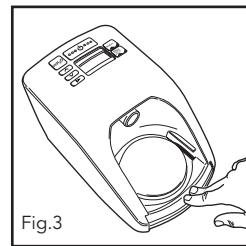
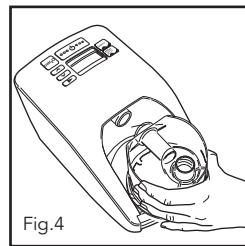

Fig.3
Fig.4
- d. Pour monter la chambre d'humidification sur l'appareil, pousser la protection vers le bas, aligner l'orifice arrière de la chambre sur la sortie de PPC et faire glisser la chambre pour la mettre en place (Fig.3, Fig.4).